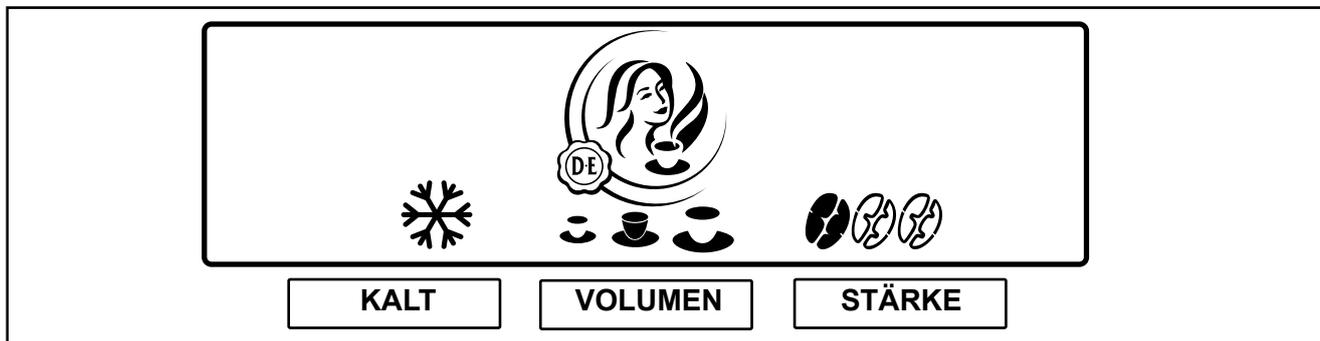

Abb. 16
2. Drücken Sie den „STÄRKE“-Vorwahl-Taster, um diese Vorwahl zu aktivieren. Drei Bohnensymbole werden angezeigt. (Abb. 16)